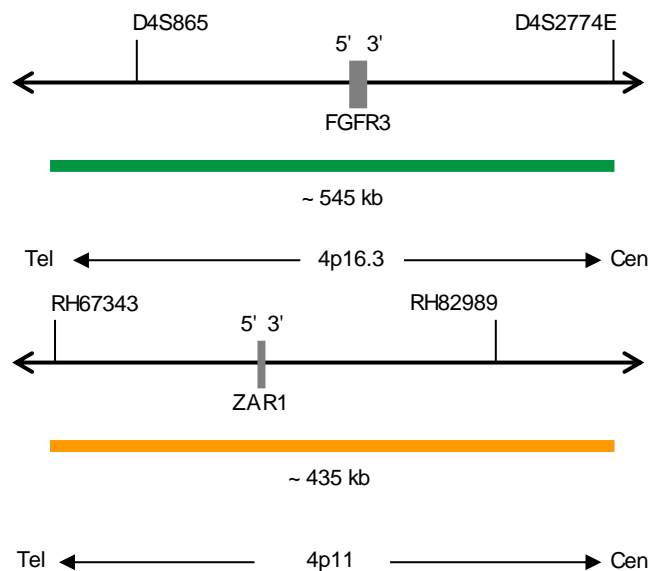

Fig. 1: Arriba: SPEC FGFR3 Mapa de la sonda; abajo: SPEC 4p11 Mapa de la sonda (no está a escala)
- Polinucleótidos marcados en verde (excitación a 503 nm/emisión a 528 nm) ZyGreen (~10 ng/μl), dirigidos a secuencias localizadas en 4p16.3* (chr4:1,531,083-2,073,649) que albergan la región del gen FGFR3 (ver Fig. 1).
- Polinucleótidos marcados en naranja (excitación a 547 nm/emisión a 572 nm) ZyOrange (~4,5 ng/μl), dirigidos a secuencias localizadas en 4p11* (4p11* (chr4:48,329,914-48,762,386) (ver Fig. 1).